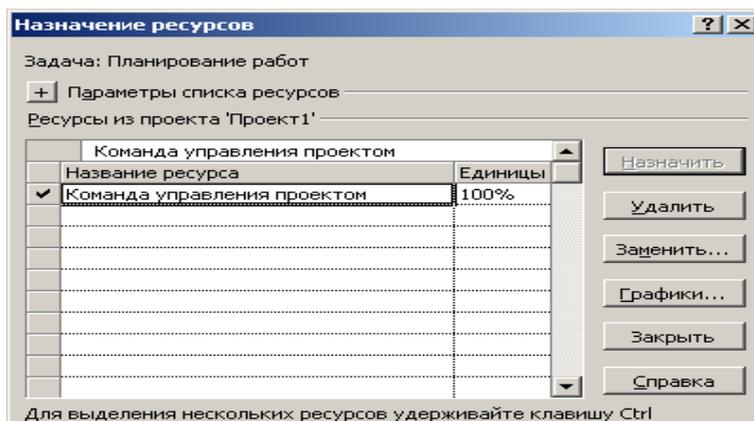

Рис. 4.21 – Назначение ресурсов в Project 2007
2. В Ms Project 2007 простой способ – выбрать в меню *Сервис* опцию *Назначить ресурсы*. Выделить работу, на которую назначаются ресурсы, и манипулировать назначениями, используя кнопки *Назначить*, *Удалить*, *Заменить*. Можно, используя клавиши <Shift> или <Ctrl>, выделить сразу несколько работ, если на них назначены одинаковые ресурсы (рис. 4.21).